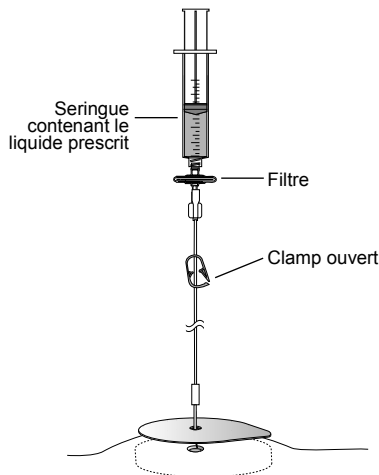

Figure 9. Ouvrir le clamp et injecter dans le réservoir de la pompe.
3. Fixer la seringue contenant le liquide prescrit et le filtre à la tubulure d'extension (Figure 9).